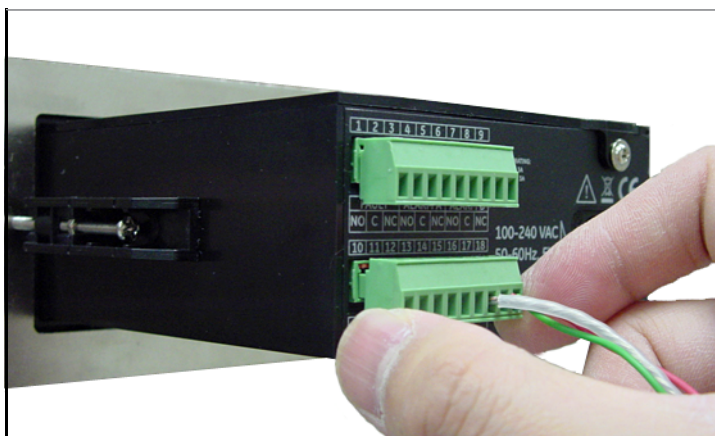

Figura 25: Reinserir o conector no bloco terminal
4. Reinsira o conector no bloco terminal inferior na parte posterior do **dew.IQ** (veja *Figura 25* abaixo).